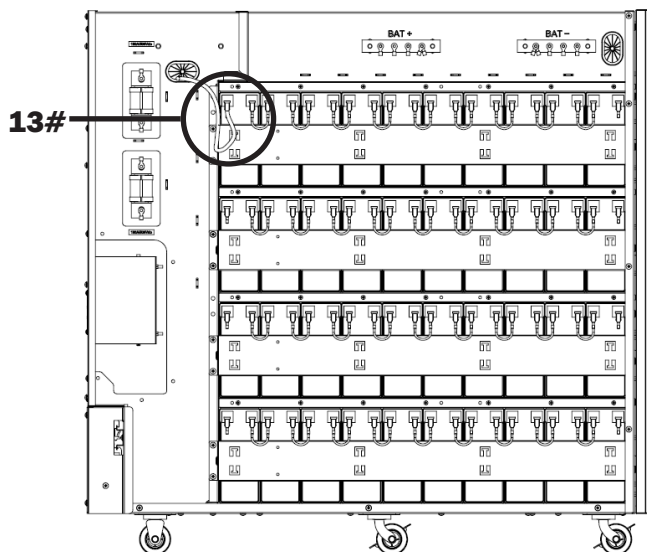

Figura 5-21A
31. Conecte la batería 10- del grupo 4 a la barra colectora de la batería N (BAT N) (Figura 5-21A).